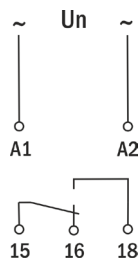

Рисунок 3 – Питание $\sim 230\text{ В}$
2. Подключите реле времени согласно схеме подключения (рис. 3 и 4).